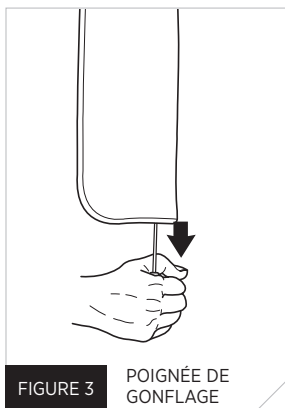

FIGURE 3 POIGNÉE DE GONFLAGE
1. Endossez le dispositif de flottaison comme un gilet normal (Fig. 3), avec les panneaux de tissu à l'avant, et attachez la boucle de la ceinture.
Activez le système de gonflage en tirant fermement la poignée de gonflage vers le bas (Fig. 3). Le dispositif de flottaison devrait se gonfler entièrement en moins de cinq secondes.